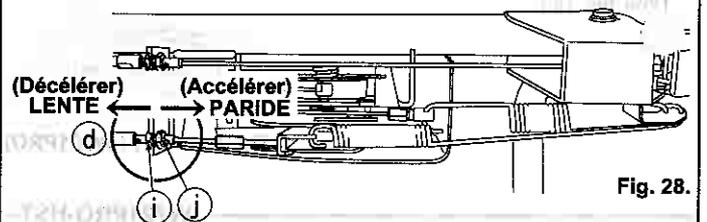

Fig. 28.
- 1 Lorsqu'un réglage est nécessaire, desserrez l'écrou de verrouillage (j) du câble de contrôle de vitesse HST (d), puis tournez le réglage (i) comme indiqué sur la. (Voir Fig. 28.)
- 3 Démarrez le moteur et vérifiez que la vitesse de rotation change lorsque vous activez le Levier de changement de vitesse (D).